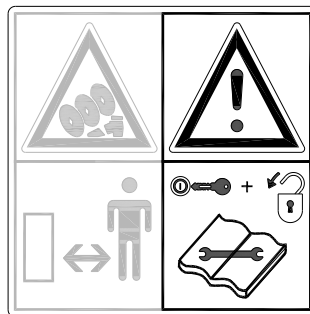
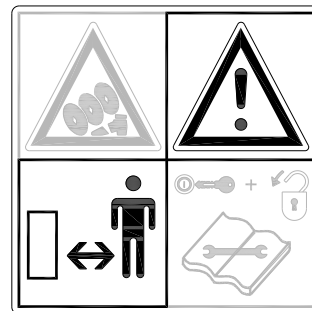

Abb. 3
Abb. 5
Bei Wartungsarbeiten, Einstellungen und Reparaturen **immer den Traktormotor ausschalten, den Zündschlüssel aus dem Zündschloss ziehen und die Gelenkwelle abkuppeln.** (Abb. 3)
An der *Verti-Cut* sind (Abb. 5) Sicherheitsaufkleber (Abb. 3, 4, 5) mit gleich lautender Bedeutung angebracht. Diese Sicherheitsschilder müssen immer gut sichtbar und lesbar sein. Beschädigte Schilder müssen ersetzt werden.
- (7) **Halten Sie einen Mindestabstand von 4 Metern ein!** (Abb. 5)